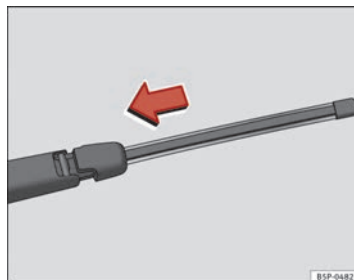

Fig. 169 Pose du balai d'essuie-glace arrière
- Placez le balai comme indiqué sur la figure ⇒ fig. 169 puis faites glisser l'adaptateur jusqu'à ce qu'il s'emboîte.